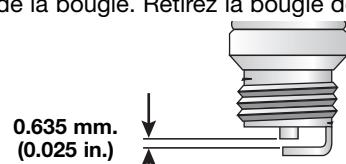

Fig. 38
3. Remplacez toute bougie fendillée, encrassée ou sale. Réglez l'écartement à 0,655 mm (0,025 po) à l'aide d'une jauge d'épaisseur (Fig. 38).